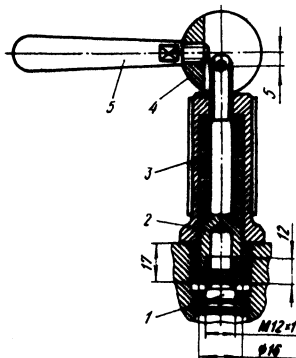

Рис. 83. Съёмник седла:
- 3) снимите конtringящие сухари, выверните штуцеры и, пользуясь специальным съемником (рис. 83), извлеките из корпуса насоса седла с нагнетательными клапанами.